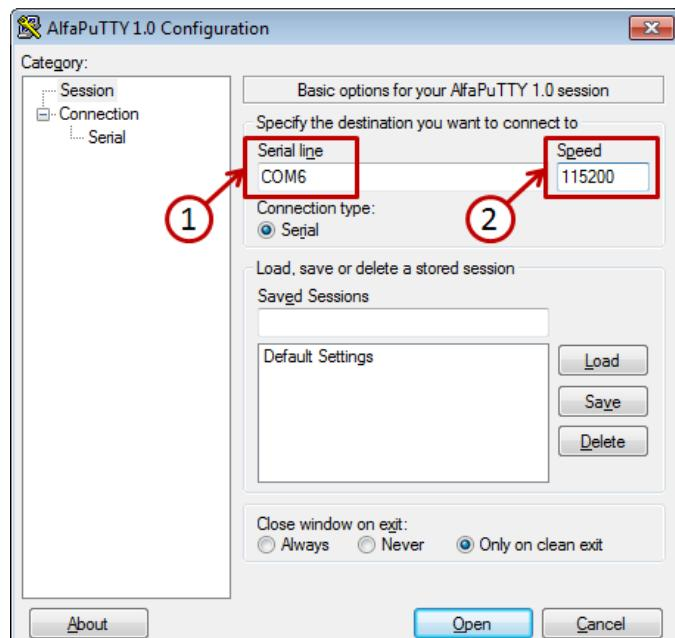

Figura 174 – Tela de configuração do AlfaPuTTY
No software de emulação de terminal entre com a configuração da porta de comunicação conforme a **Figura 174**. Em (1), entre com a porta COM alocada para o Transmissor de Pesagem Automática 2711 (vide ANEXO A). Em (2), entre com a velocidade 115200.